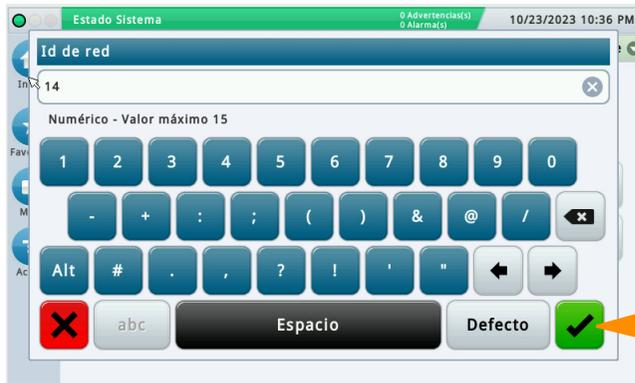

Figura 23. Introducción del nuevo identificador de red
- Introduzca el identificador de red correspondiente y seleccione el botón (elemento 1, Figura 23).